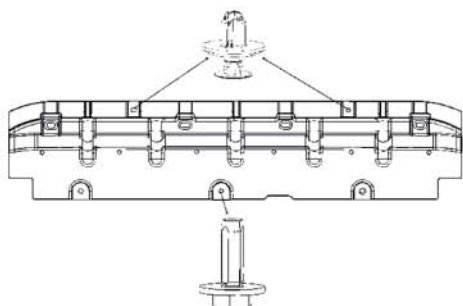

图 2-16
(2) 用一字螺丝刀拆除发动机挡泥板与水箱上横梁连接的 2 个子母扣，取下发动机下前挡泥板，即完成了发动机下前挡泥板的拆卸工作，如图 2-16 所示；